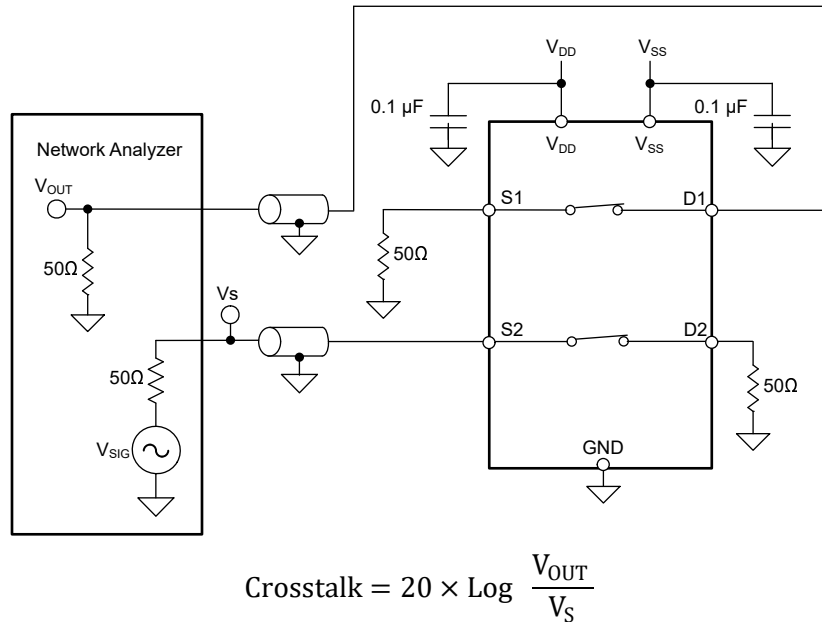

图 6-9. 串扰测量设置
串扰定义为另一通道的漏极引脚 (D) 处的信号与开启通道的源极引脚 (Sx) 上施加的信号之比。图 6-9 展示了用于测量串扰的设置和用于计算串扰的公式。